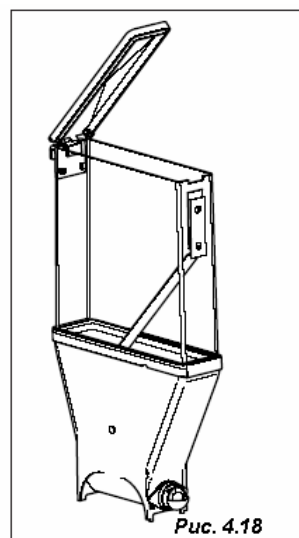

Рис. 4.18
- Снимите крышки с контейнеров для пищевых продуктов и раздаточных лотков (Рис. 4.18). Замочите снятые части в приготовленном растворе.
- Извлеките все раздаточные лотки, воронки для подачи воды, миксеры, размешиватели и силиконовые трубки, и также замочите их в приготовленном растворе (Рис. 4.18).